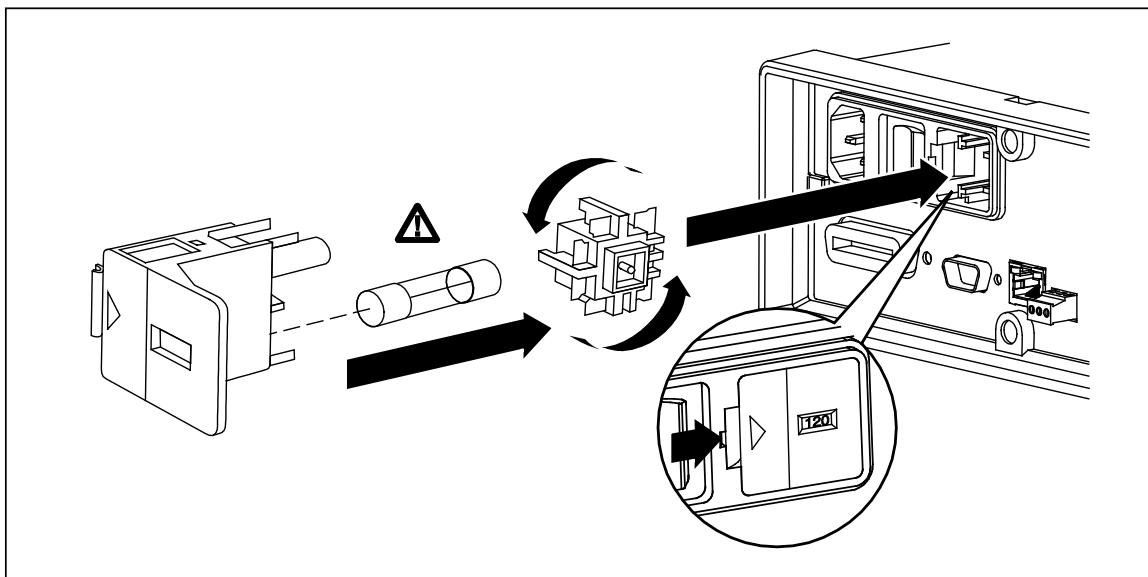

图 2-1. 更换电源保险丝
2. 从保险丝支架左边的窄缝中插入小螺丝刀，向右撬动，直到弹出支架，如图 2-1 所示。
2. 通过从保险丝支架左边的窄缝中插入小螺丝刀来移动保险丝支架，然后向右撬动，直到弹出支架，如图 2-1 所示。随数字多用表额外提供一个与保险丝模块中已安装保险丝相同额定值的保险丝。